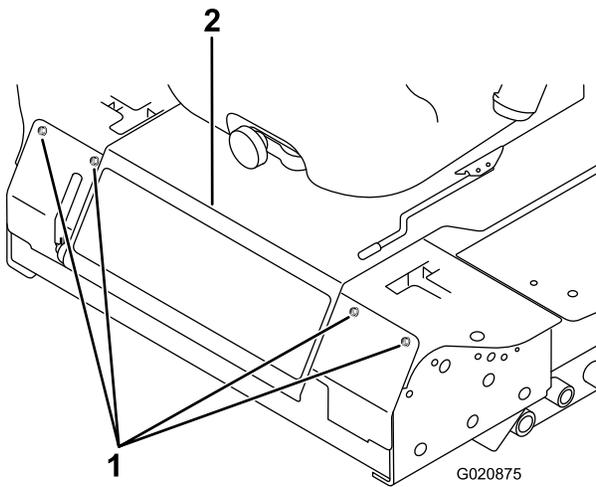

Figura 50
3. Retire os parafusos que fixam o painel dianteiro e retire o painel (Figura 50).